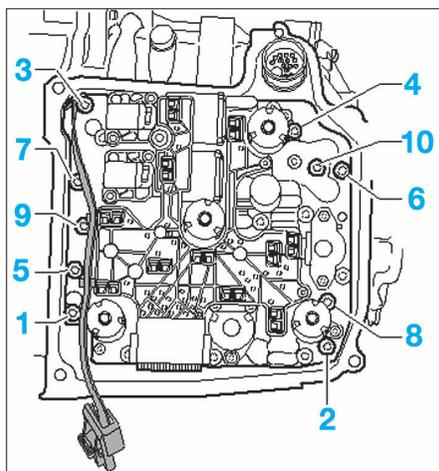

FIG. 21
- Desserrer les vis de fixation (1) à (10) dans l'ordre indiqué et les dévisser (Fig.21).
- serrer les vis de fixation neuves du bloc hydraulique de (10) à (1) (Fig.21).